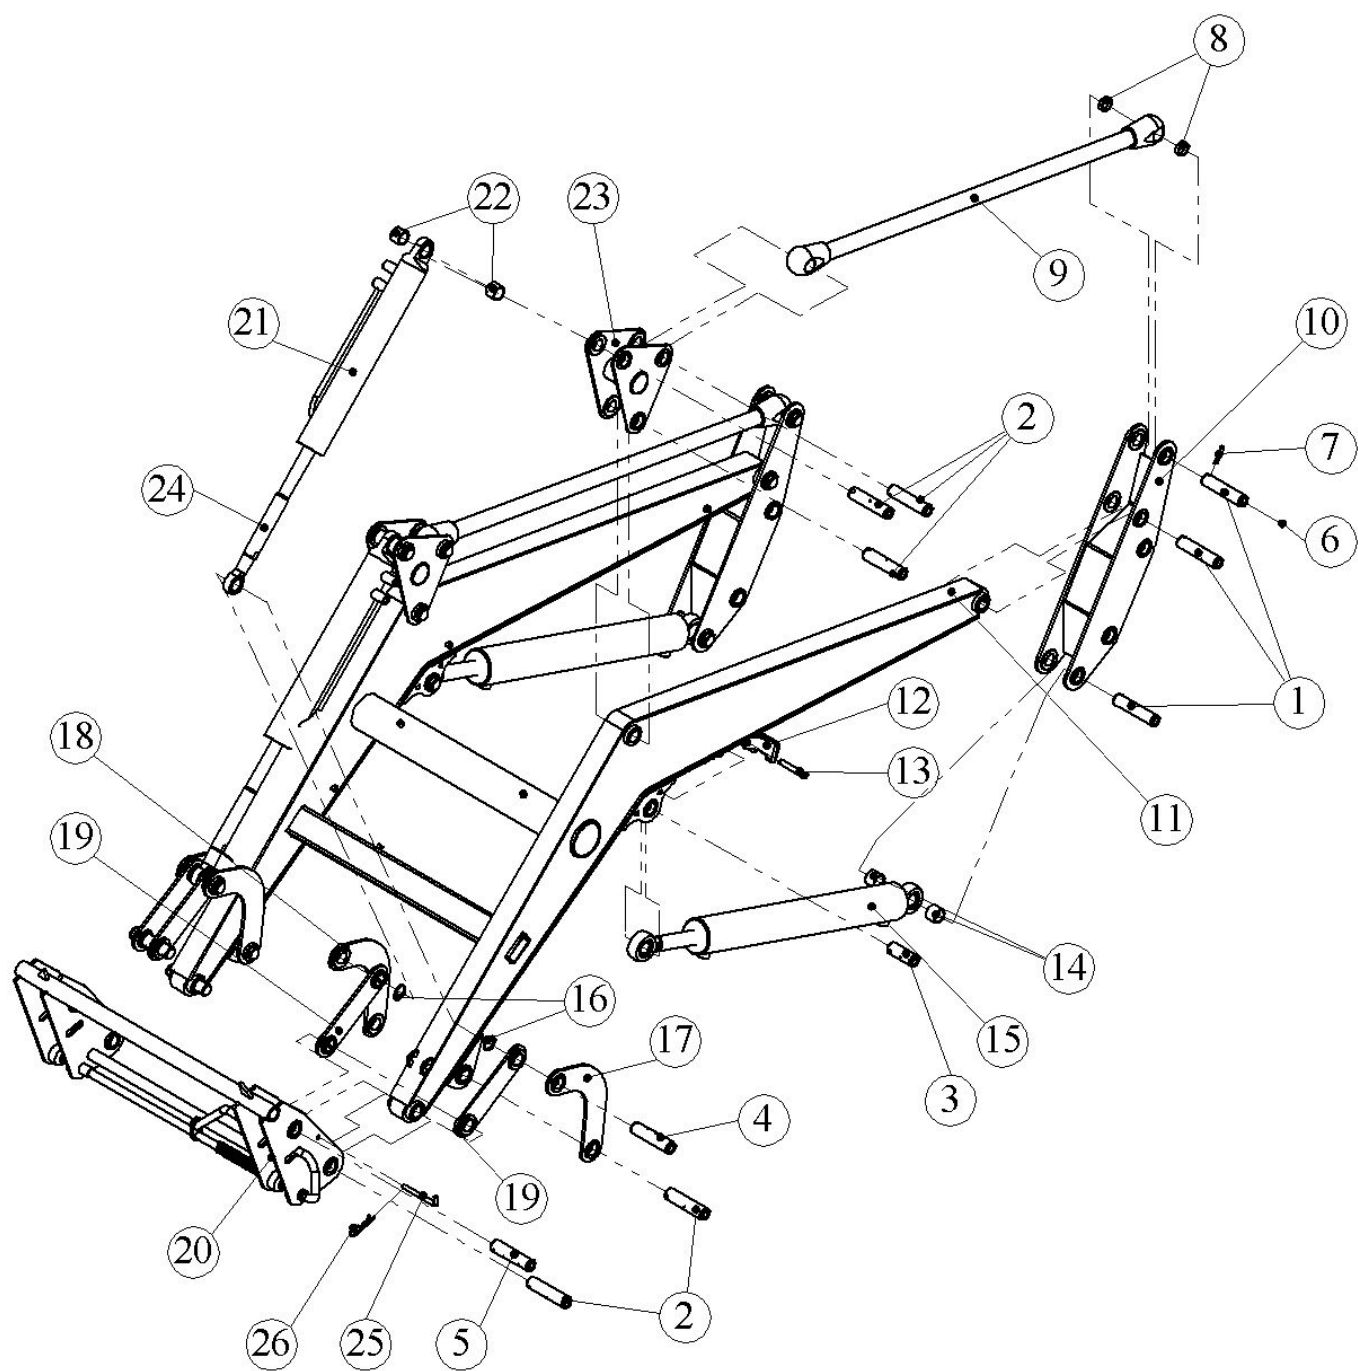

Рис. 7.2. Погрузчик без подрамников
7.2. Погрузчик без подрамников (рис. 7.2)